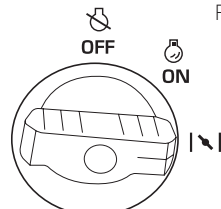

Fig. 2
4. Setați comutatorul 3-în-1 pe „Air choke” (Fig. 2).
6. Setați comutatorul 3-în-1 pe „ON” (Fig. 2).